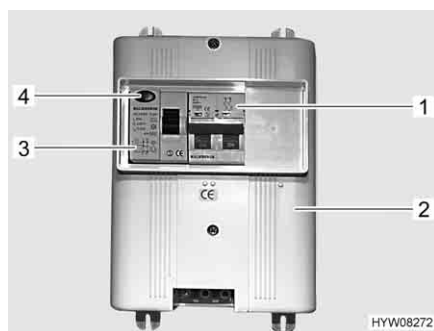

Fig. 63 Scatola dei fusibili a 230 V con interruttore di sicurezza e interruttore automatico FI
Un interruttore di sicurezza per correnti di guasto (interruttore automatico FI) (Fig. 63,3) nella scatola dei fusibili (Fig. 63,2) protegge l'intero veicolo da correnti di guasto (0,03 A).
La rete di bordo a 230 V è protetta da un interruttore di sicurezza collegato in serie (10 A) (Fig. 63,1).
- Se il veicolo è collegato all'alimentazione a 230 V, premere il tasto di controllo (Fig. 63,4). L'interruttore di sicurezza per correnti di guasto (FI) deve scattare.